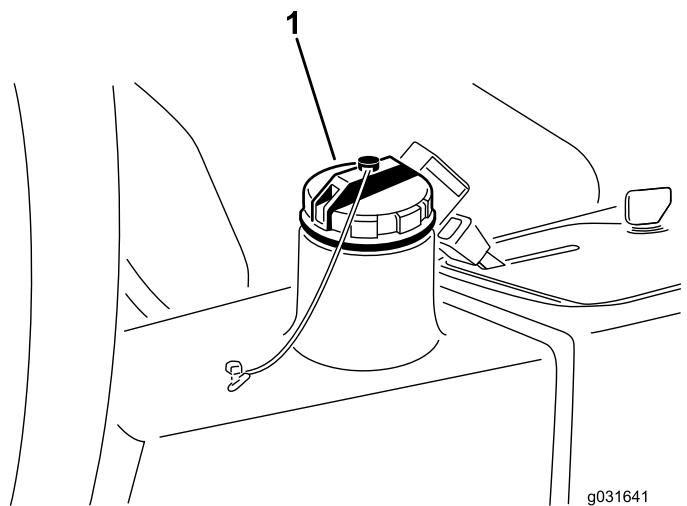

図 67
4. 油圧オイルタンク 図 67 に約 13.2 リットルの油圧